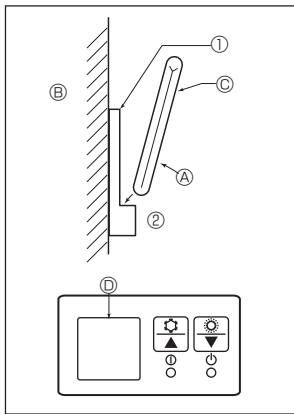
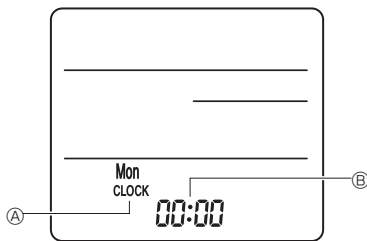

Fig. 6-7
Fig. 6-8
2) Méthode d'installation (Fig. 6-7)
- ① Attachez le support de la télécommande à l'endroit voulu à l'aide de 2 vis à taraud.
- ② Mettez la partie inférieure de la télécommande dans le support.
3) Réglage (Réglage de l'horloge) (Fig. 6-8)
- ① Insérez les piles ou appuyez sur la touche ● CLOCK à l'aide d'un objet pointu. [CLOCK] (HORLOGE) Ⓐ et [:] Ⓑ clignotent.
- ② Appuyez sur la touche de réinitialisation RESET ● à l'aide d'un objet pointu.
- ③ Appuyez sur les touches de réglage ⏮ ⏭ pour régler l'heure. Appuyez sur la touche [DAY] pour régler le jour.
- ④ Pour terminer, appuyez sur la touche ● CLOCK à l'aide d'un objet pointu. [CLOCK] (HORLOGE) et [:] s'illuminent.